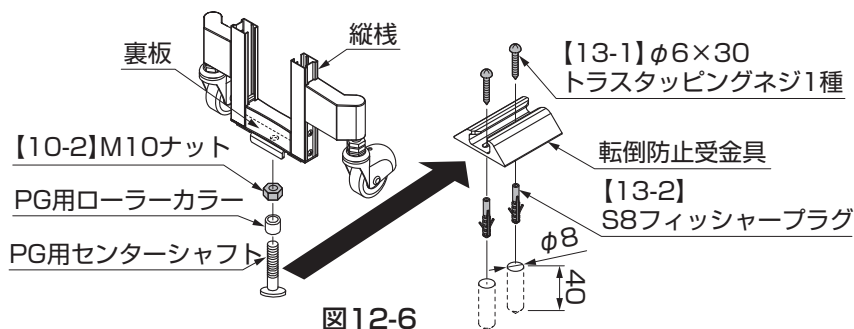

図12-6
- ①PG用ローラーカラーと【10-2】を組付けたPG用センターシャフトを、高さを調節して裏板に固定してください。(図12-6参照)
- ②本体に取付けたPG用センターシャフトの位置に合わせて、転倒防止受金具を図を参照して固定してください。(図12-6参照)